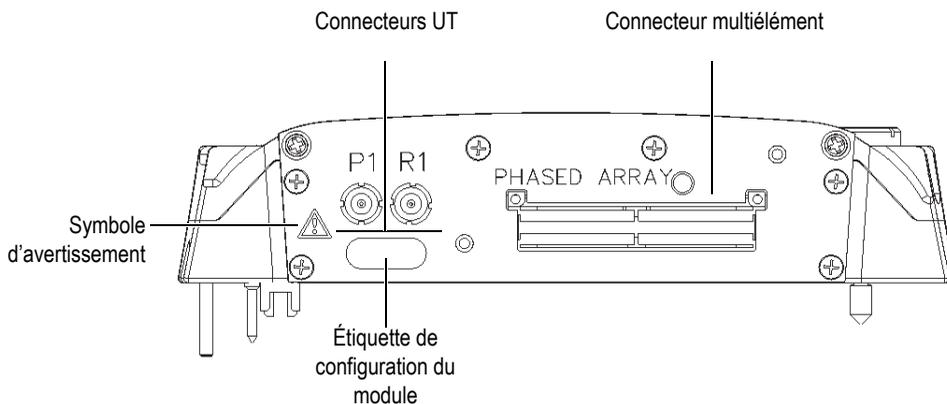

Figure M-1 Module vu de côté
- Évitez de toucher le conducteur interne des connecteurs LEMO pour réduire le risque d'une décharge électrique. La tension du conducteur interne des connecteurs UT peut atteindre 340 V et la tension du conducteur interne du connecteur PA peut atteindre 115 V. Le symbole d'avertissement près des connecteurs LEMO signale le risque de décharge électrique (voir la Figure M-1 à la page 195).